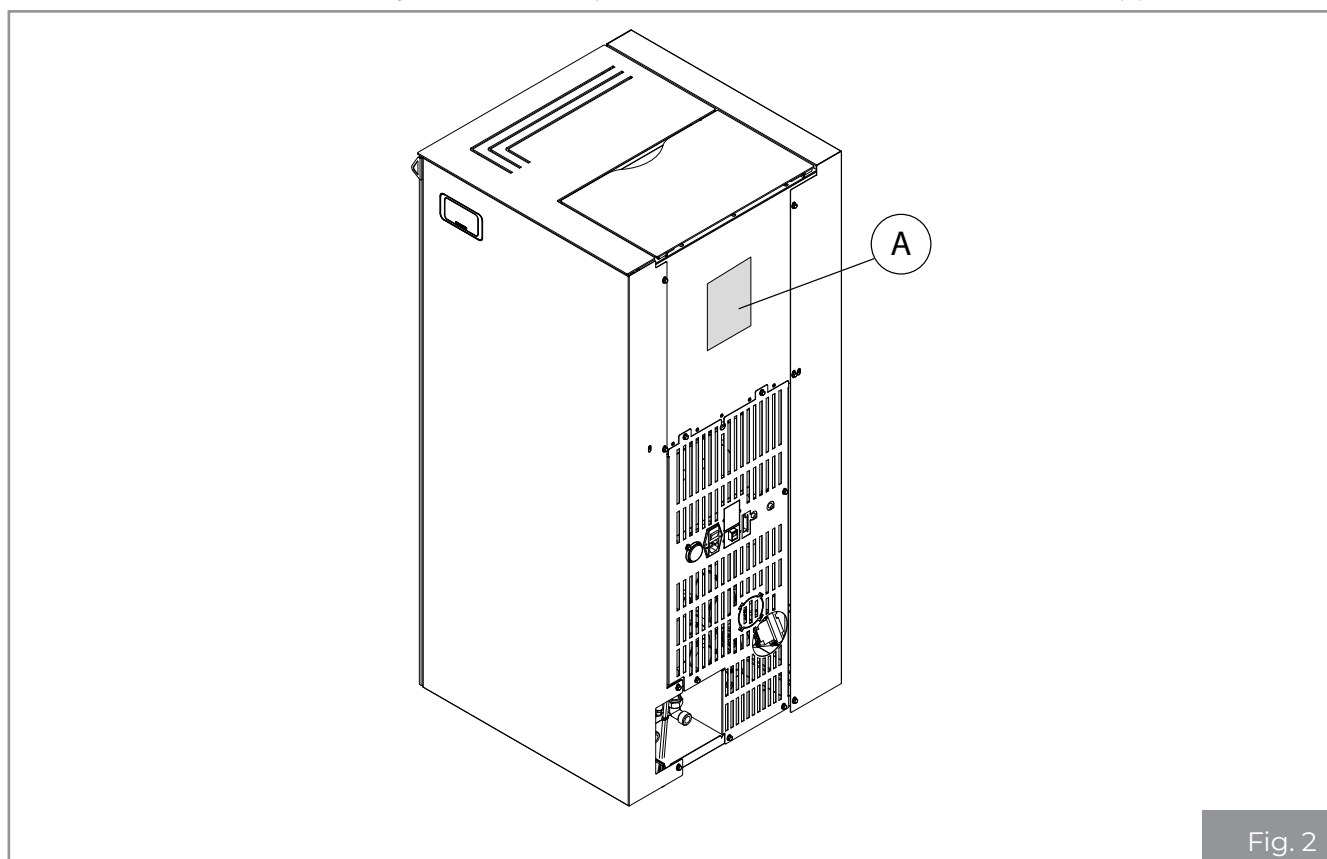

Fig. 2
La plaque signalétique (A) est située au dos (Fig. 2) et indique toutes les données caractéristiques de l'appareil, y compris les données du Fabricant, le numéro de série et la marque **CE**.